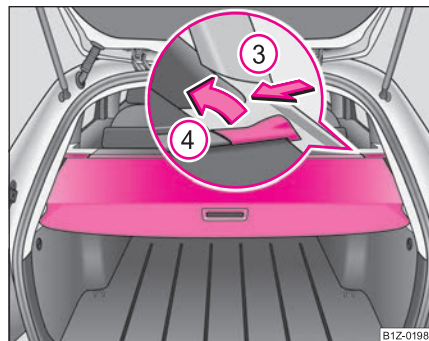

Fig. 84 Portbagajul: Demontarea măștii de protecție a portbagajului
- La transportarea bagajelor voluminoase, raftul se poate demonta. Apăsați cursorul din lateral în sensul săgeții ③ și scoateți masca în sensul săgeții ④ ⇒ fig. 84.